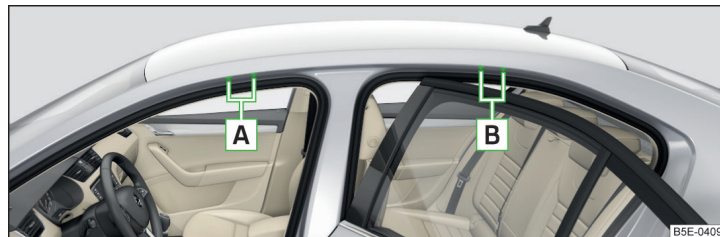

**Fig. 125**
- Desplazar la caja **[A]** en el sentido de la flecha **[1]** y sacarla de los alojamientos en el sentido de la flecha **[2]** » **fig. 125**.